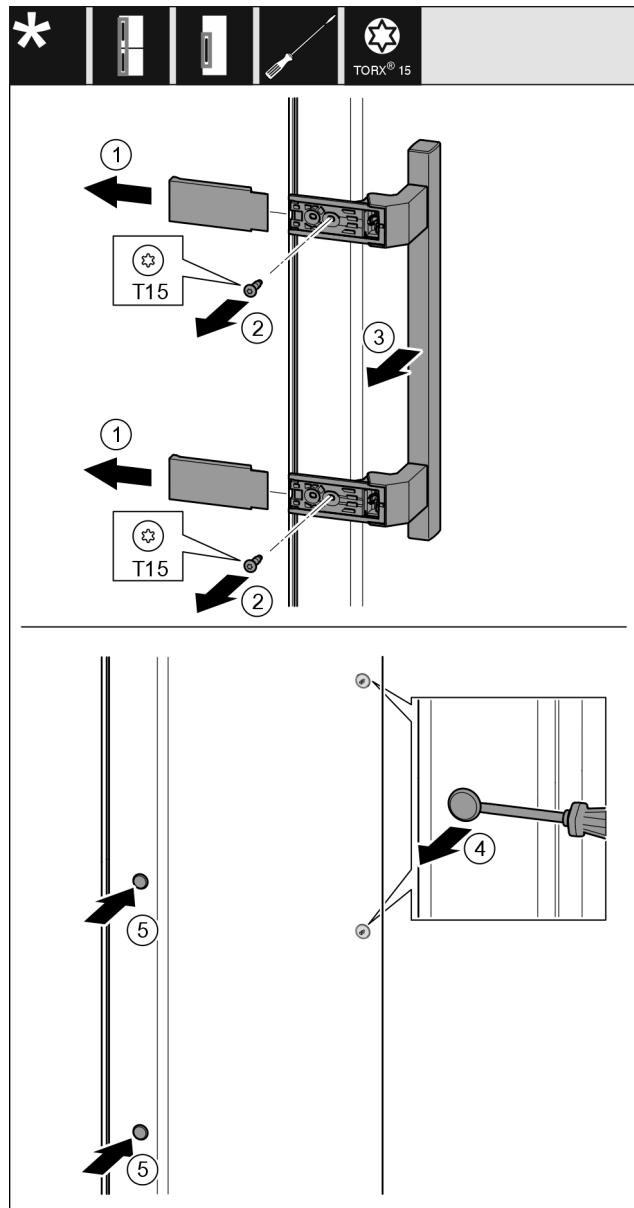

Fig. 21
- Τραβήξτε έξω το κάλυμμα Fig. 21 (1).
- Ξεβιδώστε τις βίδες Fig. 21 (2) με κατσαβίδι.
- Αφαιρέστε τη λαβή Fig. 21 (3).
- Ανασηκώστε προσεκτικά και τραβήξτε έξω την πλαϊνή τάπα Fig. 21 (4) με ένα ίσιο κατσαβίδι.
- Τοποθετήστε ξανά την τάπα Fig. 21 (5) στην άλλη πλευρά.